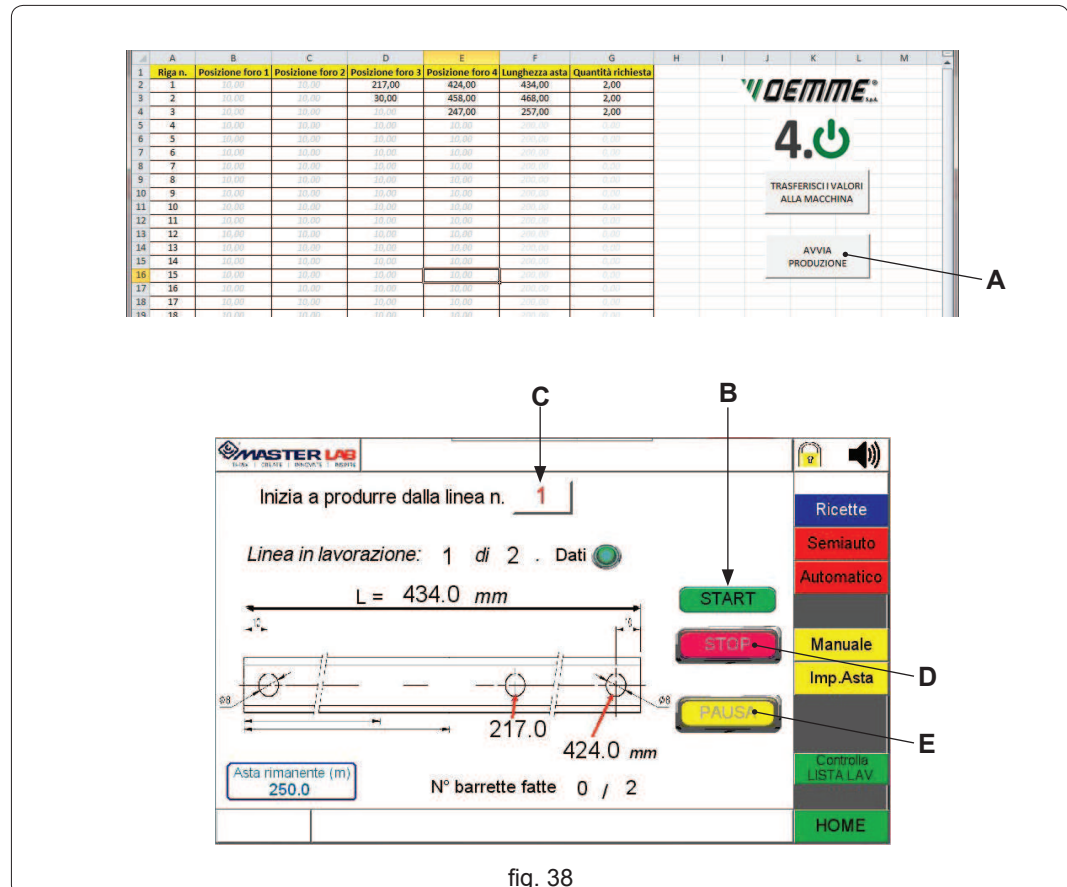

fig. 38
- 1) cliccare da EXCEL® il bottone "AVVIA LA PRODUZIONE" (fig. 38 rif. A);
- 2) sulla macchina nella pagina "JOB LIST", oppure tramite il software di controllo remoto, premere sul pulsante START (fig. 38 rif. B).
Si può impostare da quale riga (fig. 38 rif. C) della "JOB LIST" partire, oppure fermare (fig. 38 rif. D) o mettere in pausa (fig. 38 rif. E) a produzione.